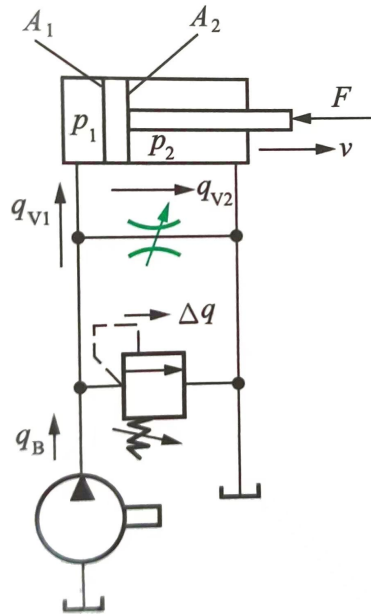

图 6-22 旁路节流调速回路
**旁路节流：**节流阀并联于主油路，适用大功率系统（图 6-22 解析）。